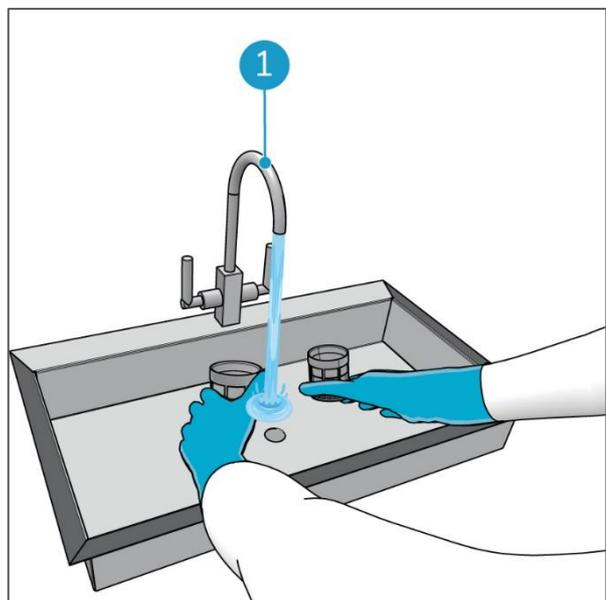

Abbildung 68
5. Reinigen Sie den Wasserfilter mit Leitungswasser von innen nach außen. Reinigen Sie die Kappe mit Leitungswasser. Reinigen Sie beide Komponenten in einem Waschbecken (Abbildung 68, Pos. 1).